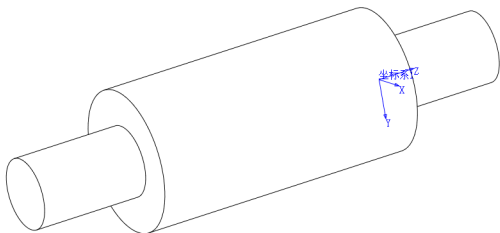

图 4-44 创建定义轴坐标系
(4) 单击【确定】按钮，即可创建定义轴坐标系，效果如图 4-44 所示。